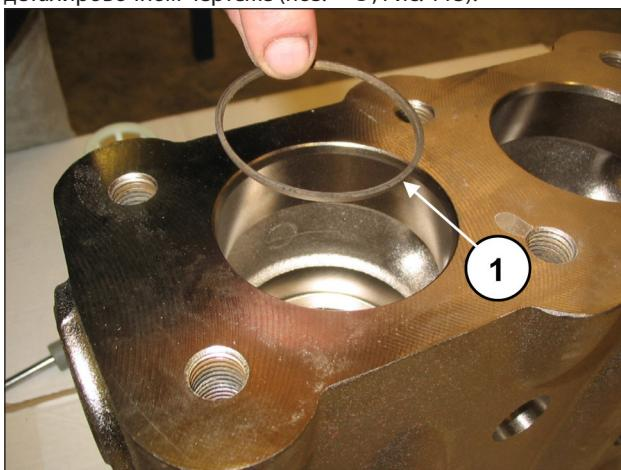

Рис. 113
Вставьте антиэкструзионное кольцо, поз. №5 на деталировочном чертеже (поз. ①, Рис. 113).